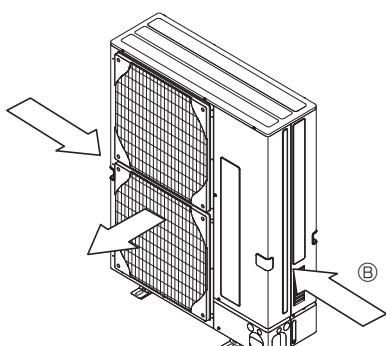

Fig. 2-5
- ③ Plaats het apparaat indien mogelijk zo dat de luchtauitlaat in dezelfde richting blaast als de seisoenswinden. (Fig. 2-5)